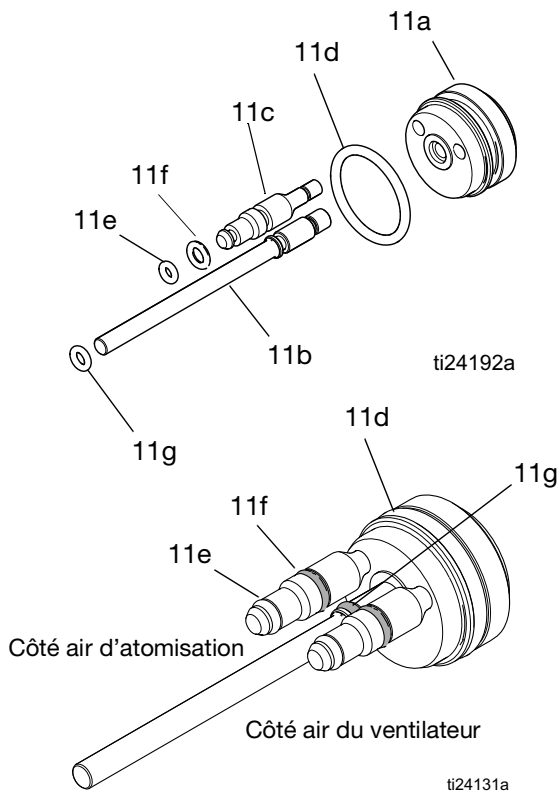
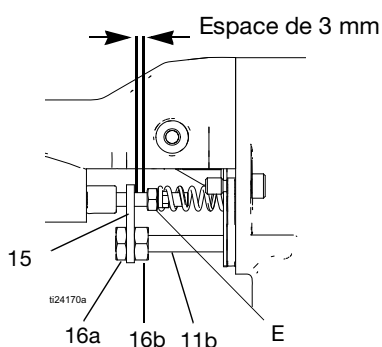

FIG. 29. Joints toriques du piston
Fig. 30. Réglage du bras de l'actionneur
2. Retirez le chapeau d'air, page 31. Enlevez la protection (26) du pistolet.
3. Retirez l'écrou de blocage (16a), le bras de l'actionneur (15) et l'écrou de réglage (16b). Voir FIGURE 30.
4. Retirez la tête du piston (13) et le ressort (12) de l'arrière du pistolet.
5. Poussez sur la tige de piston (11) pour sortir le piston par l'arrière du pistolet.
6. Vérifiez si les joints toriques (11d, 11e, 11f, 11g) sont endommagés. Voir Tableau 3 et FIGURE 29.
8. Placez les deux axes (11c) en face des trous pratiqués dans le corps du pistolet et poussez le piston à l'arrière du pistolet jusqu'en butée. Installez la tête du piston (13) et le ressort (12).
Voir FIGURE 30.
4. Retirez les écrous de réglage (16a et 16b) et le bras de l'actionneur (15). Voir FIGURE 30.